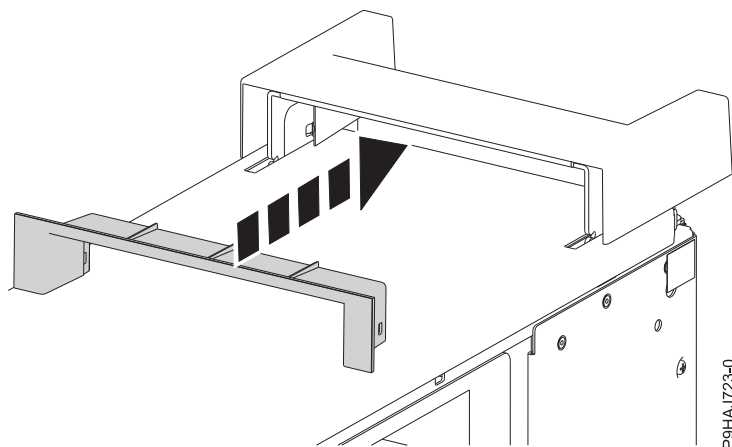

Figura 20. Inserarea piesei de plastic în capacul de mâner
5. Inserați piesa de plastic în capacul mânerului împingându-l ferm în capacul mânerului, așa cum este indicat în Figura 20.